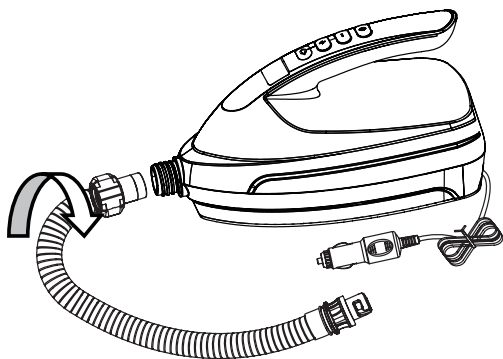

Abb. 1
- Verbinde das Ende des Schlauchs mit dem flexiblen Schlauchadapter mit dem Lufteinlass (13) der Luftpumpe und drehe ihn im Uhrzeigersinn fest, wie in Abbildung 1 dargestellt.